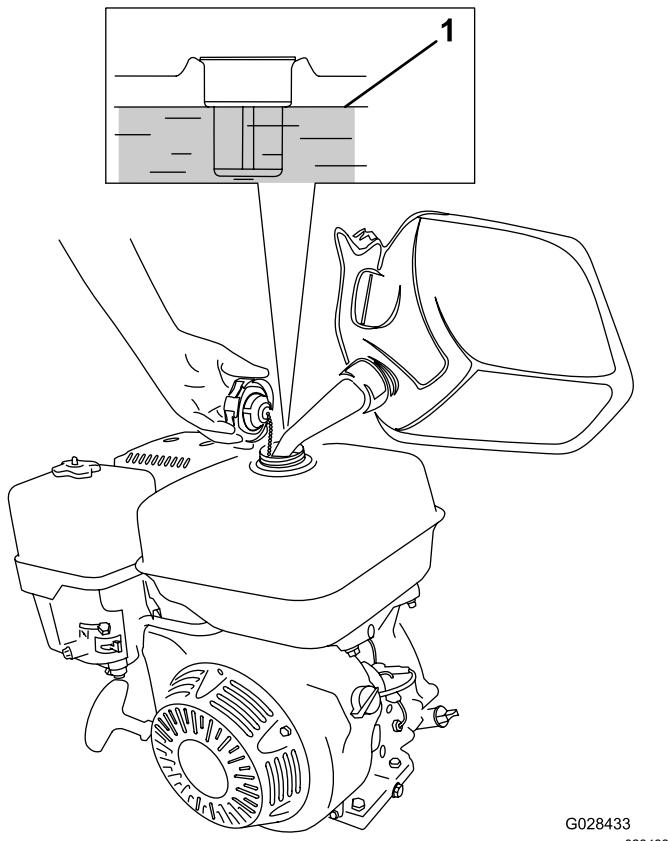

图22
1. 清理燃油箱盖附近的区域从油箱上取下盖子图22。使用无铅汽油最低 87 泵辛烷值将油箱加到油箱顶部以下约 25mm 处预防燃油发生膨胀。